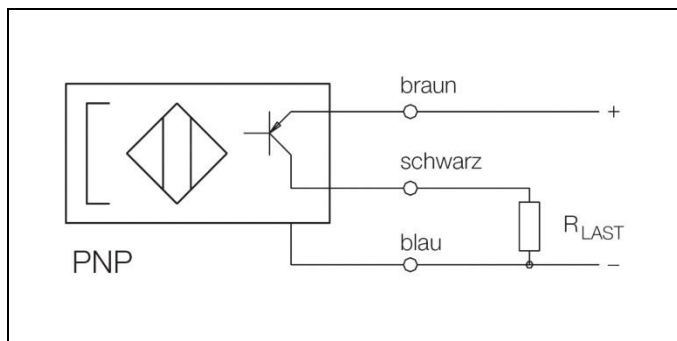

Fig. 8 : Schéma électrique pour PNP (+) détecteur magnétique
- Procéder de la même façon avec S2 pour obtenir la courbe du signal selon la figure 8.